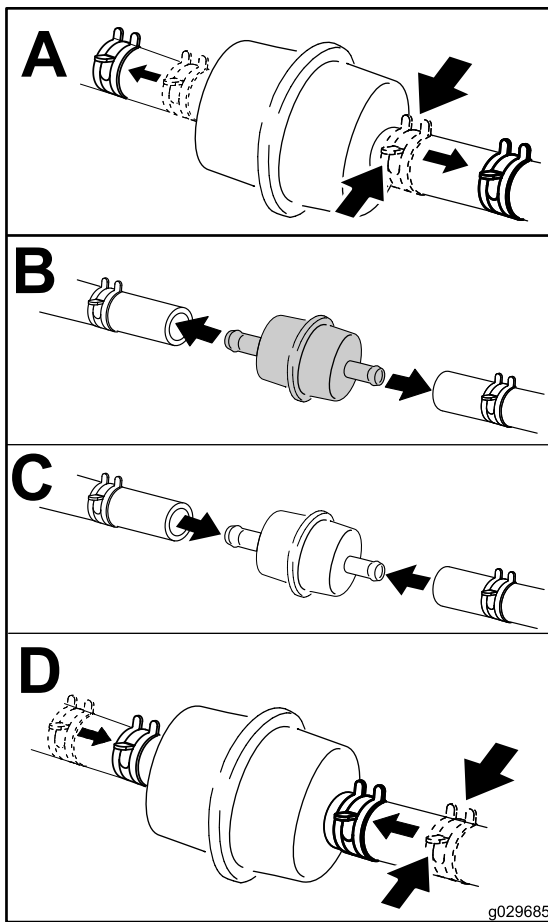

Figure 43
6. Placez un bac de vidange propre sous le filtre à carburant et remplacez le filtre à carburant comme montré à la Figure 43.